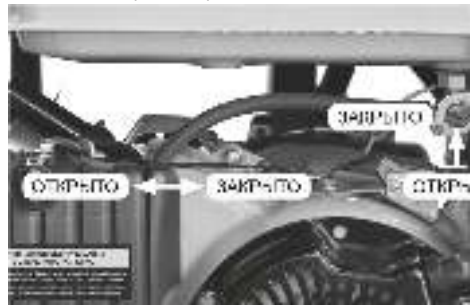

Рис. 8 Положение рычагов воздушной заслонки карбюратора и топливного крана
4. Закройте воздушную заслонку карбюратора (Рис. 8).
5. Откройте топливный кран (Рис. 8).